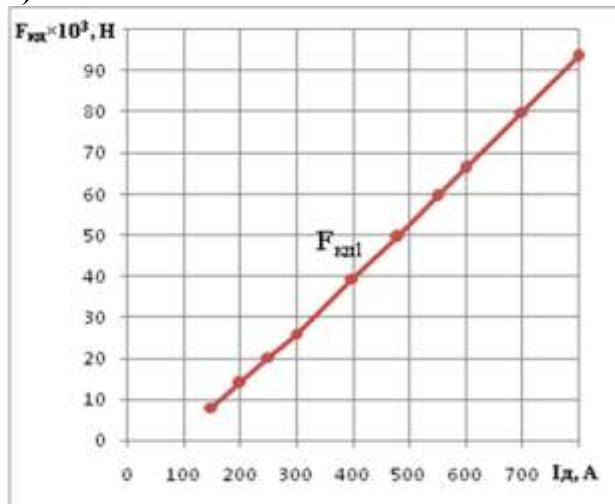

Рисунок 1 – Скоростные (а) и тяговые (б) характеристики тягового электродвигателя локомотива
**Текст задания:** Даны скоростные и электротяговые характеристики тягового электродвигателя локомотива (рис. 1) при диаметре движущего колеса  $D_1=1050$  и передаточном отношении (числе) зубчатой передачи  $\mu_1=3,826$ . Требуется определить скоростные и электротяговые характеристики этого электродвигателя при диаметре движущего колеса  $D_2=1000$  и передаточном отношении зубчатой передачи  $\mu_2=3,26$  при токе  $I_d=550\text{А}$